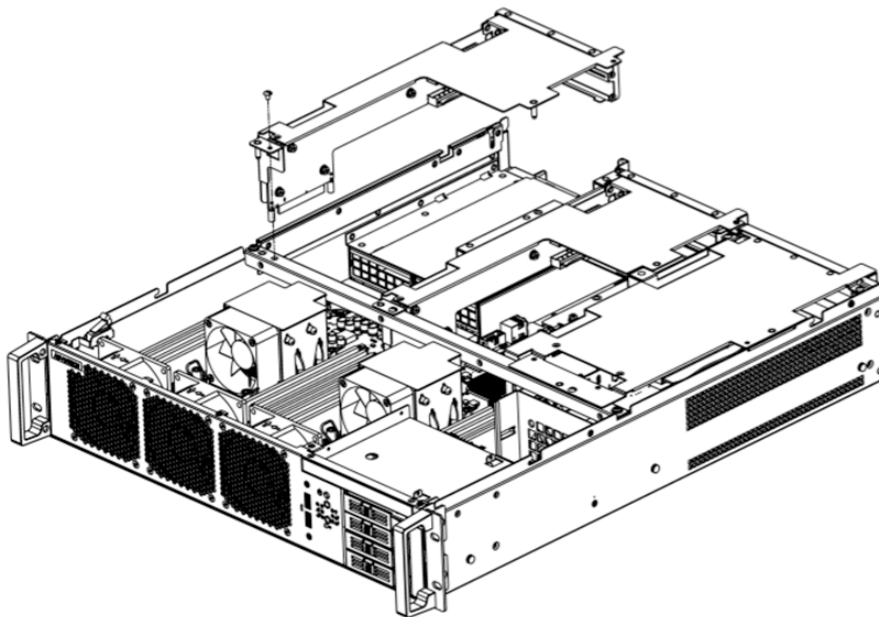

Figure 2.21 Removing Riser Cage-3 brackets/移除RISER CAGE-3铁件/移除RISER CAGE-3 铁件
2. Lift riser cage-3 brackets up (see Figure 2.21).
2. 将Riser Cage-2铁件向上抬起（如图 2.21所示）。
2. 将Riser Cage-3铁件向上抬起（如图 2.21所示）。